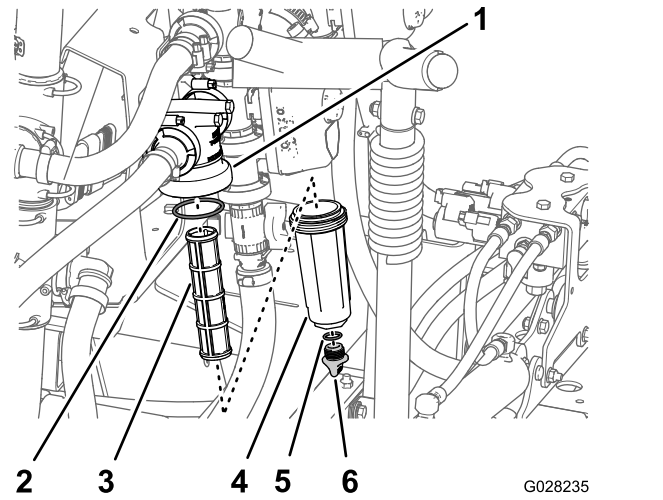

Figure 97
3. Tournez le bouchon de vidange dans le sens antihoraire et déposez-le de la cuvette du filtre sous pression (Figure 97).
4. Tournez la cuvette dans le sens antihoraire et déposez-la de la tête du filtre (Figure 97).
5. Retirez l'élément du filtre sous pression usagé (Figure 97).
6. Contrôlez l'état et l'usure du joint torique du bouchon de vidange (à l'intérieur de la cuvette) et du joint torique de la cuvette (à l'intérieur de la tête du filtre) (Figure 97).
7. Montez le nouvel élément filtrant dans la tête du filtre sous pression (Figure 97).
8. Vissez la cuvette sur la tête du filtre et serrez-la à la main (Figure 97).
9. Vissez le bouchon sur la cuvette à la main (Figure 97).
2. Placez un bac de vidange sous le filtre sous pression (Figure 97).